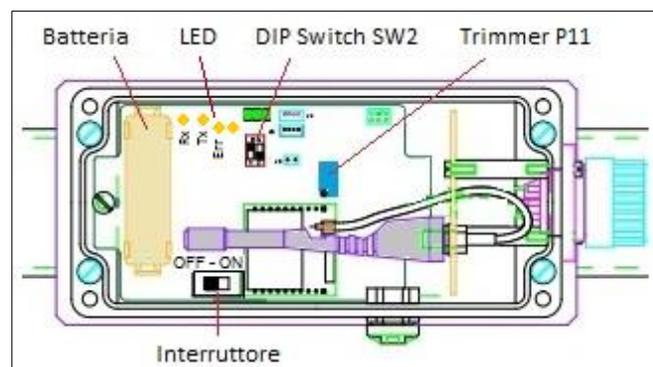

Fig. 2 – Scatola sensore, vista interna.
Accendere il sensore. L'interruttore è posizionato all'interno della scatola (Fig. 2).
Oltre alla sostituzione della batteria situata all'interno della scatola (Fig. 2) quando la percentuale di carica è prossima allo zero, il sensore richiede una regolare procedura di manutenzione e di aggiustamento.
- 3) Verificare che il valore acquisito di O2 sia di 20,9%. Se diverso ruotare il trimmer P11 sulla scheda (Fig. 2) fino ad ottenere sul display del datalogger il valore 20,9%. Ruotare in senso orario per diminuire il valore e antiorario per aumentarlo. Se non si riesce a raggiungere il valore 20,9% è necessario sostituire la cella perché esaurita (§ 4.3).
Sulla scheda elettronica posta all'interno del contenitore sono presenti alcuni indicatori luminosi (LED) aventi questo significato (in riferimento a Fig. 2):